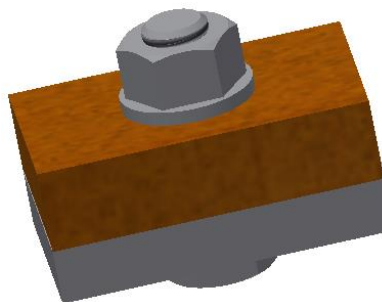

Рис. 3.55. Вставка гайки
10. Вставьте аналогично гайку. На вкладке «Сборка» в поле «Тип» выберите «Совмещение» . В поле «Решение» выберите кнопку «Совмещение» . Выберите нижнюю грань гайки и верхнюю шайбы, а затем выберите «Вставку» . Гайка займет свое место в модели сборки. Нажмите кнопку «Применить» (рис. 3.55).